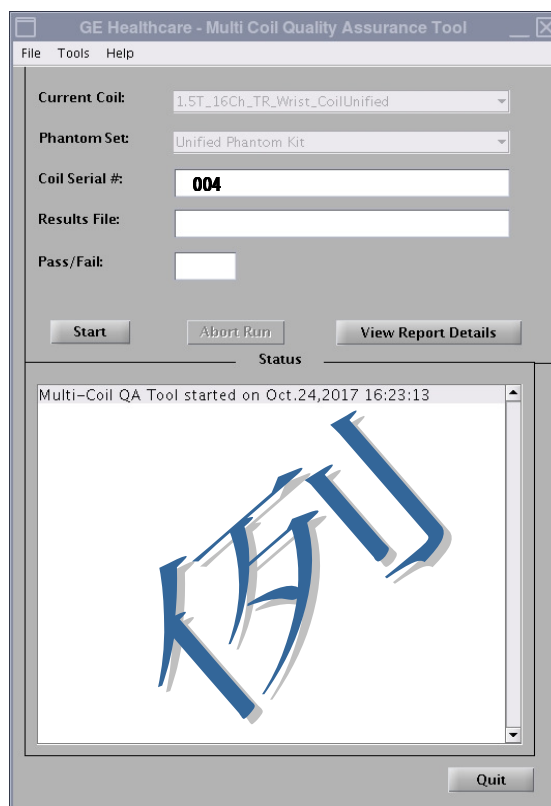

図 3
LPCA に接続したコイルのコイル ID に基づいて、現在のコイルフィールドが自動的に表示されます (図 3)。[Coil Serial #] (コイルシリアル番号) フィールドに試験するコイルのシリアル番号を入力します。
2. 図 3 に示すように、[Start] (開始) をクリックして自動試験を開始します。試験位置の数 (コイルの複雑性) により異なりますが、試験には 3~5 分かかるものと思われる。